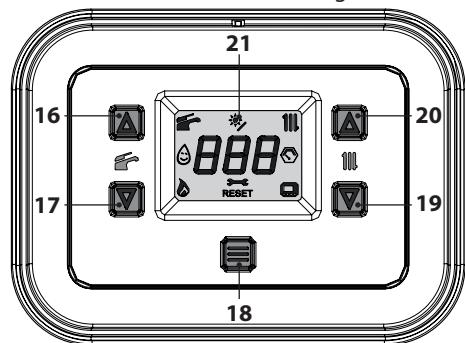
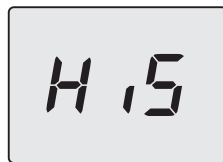

Figura 7.8
Figura 7.9
- Entrare in "modalità programmazione" premendo contemporaneamente per 5 secondi i tasti 17 e 19 (Figura 7.8) fino a far apparire sul display LCD le lettere **HiS** che indicano il menu "Storico delle caldaia" (Figura 7.9).
- Premere il tasto 18 (Figura 7.8) fino a far apparire sul display LCD le lettere **StF** (Start Full) che si alterna con **34** (valore della calibrazione) (Figura 7.11).
- tenere premuti contemporaneamente i tasti 17 e 19 per 5 sec. (Figura 7.8) (ritorno al livello precedente).